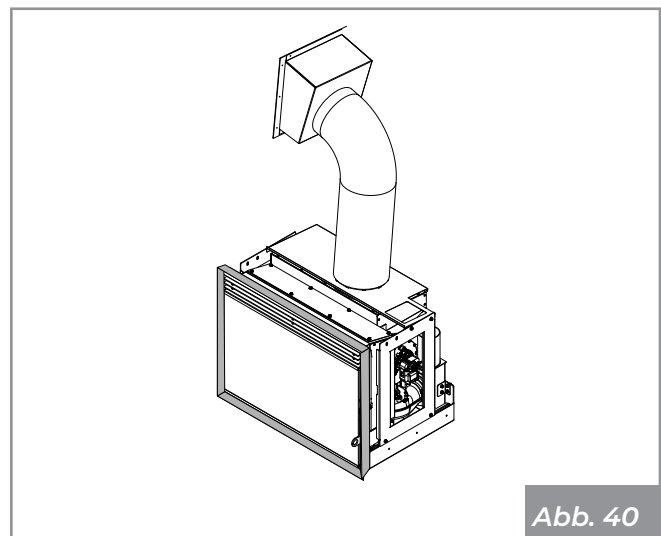

Abb. 40
- Abschlussrahmen für Gipskarton (**Abb. 40**).